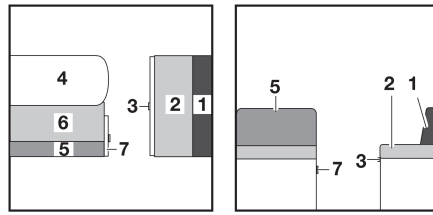

Fig. 141 Antes de la transformación
- Ampliar la mesa (Fig. 141,4) y transformarla en base de cama (véase apartado 7.8).
- Tirar del asidero y abrir la trampilla (Fig. 141,7).